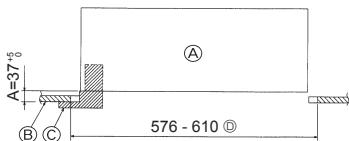

Fig. 5-2
5.2. Forberedelse af gittermontering (Fig. 5-2)